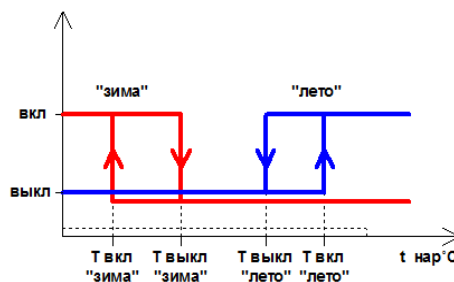

Рис. 6 График переключения климата в автоматическом режиме.
- одно из следующих условий температурного баланса (см. рис. 6):
При температуре наружного воздуха «t нар» < «t нар. выключения» (см. рис. 6а) рекуператор останавливается в целях защиты от обледенения. Это состояние доступно для наблюдения в меню и из сети диспетчеризации.
Основной рекомендуемый режим работы рекуператора (установлен по умолчанию)- «**прямой**» режим выбирается в меню Н31 «Режим уставки рекуператора» = Прямая. В этом режиме (см. рис. 6б) скорость рекуператора напрямую зависит от аналогового выхода 1 нагрева/охлаждения. Зона нагрева/охлаждения делится на 2 части уставкой «Ручная уставка рекуператора нагрев» Н32 и Н33 «Ручная уставка рекуператора охлаждение». При нагреве/охлаждении от 0 до значения этой уставки скорость рекуператора изменяется от 0 до 100. При превышении значением этой уставки
Рис. 6а Температурный график работы роторного рекуператора.
Рис. 6б. Работа роторного рекуператора в прямом режиме